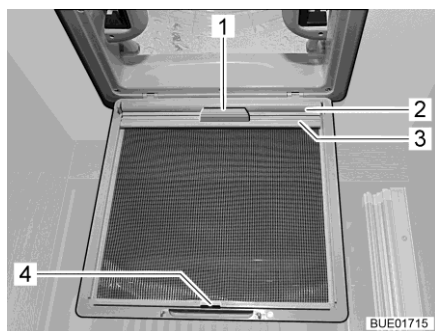

Fig. 32 Store occultant (lanterneau)
- Tirer le store occultant (Fig. 32,2) par la poignée (Fig. 32,1) et accrocher la baguette de support (Fig. 32,3) dans le crochet (Fig. 32,4) sur la moustiquaire.
- Enlever la baguette de support (Fig. 32,3) de sur le crochet (Fig. 32,4) et faire lentement redescendre le store occultant (Fig. 32,2) en le tenant par la poignée (Fig. 32,1).